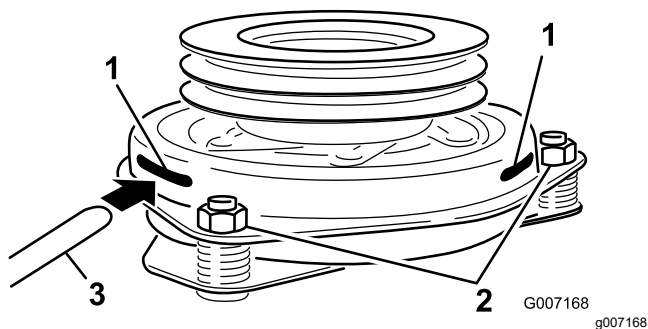

Figure 78
9. Insérez une jauge d'épaisseur de 0,4 à 0,5 mm dans une fente d'inspection sur le côté de l'ensemble (Figure 78).
10. Serrez les contre-écrous jusqu'à ce la jauge d'épaisseur fléchisse légèrement mais puisse bouger facilement dans l'entrefer (Figure 78).